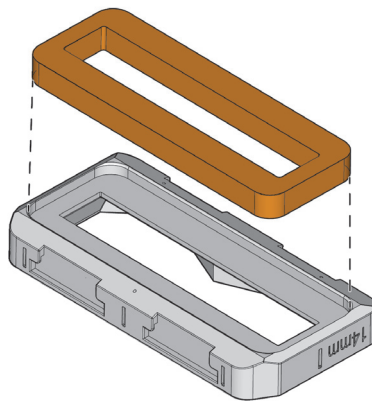

Figura 5-2 Nuova guarnizione in poliuretano e piastra della linea di ritardo
6. Posizionare la nuova guarnizione in poliuretano sulla piastra di supporto della guarnizione (vedi Figura 5-2 a pagina 78).